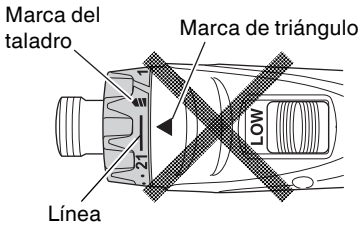

Fig. 9
- Evite usar la unidad con el número del dial del embrague entre “21” y la línea provista en el medio de la marca del taladro “”. Si lo hiciese, se podrían producir daños (Consulte la Fig. 9).